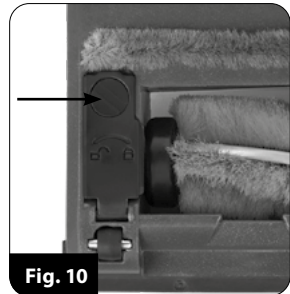

Fig. 10
4. Limpie periódicamente el eje giratorio del cepillo eléctrico. El rodillo se puede desmontar después de soltar el bloqueo en la parte inferior del cepillo eléctrico marcado con la flecha en la Fig. 10. Después de limpiar el rodillo, vuelva a colocarlo en el cepillo eléctrico y vuelva a colocar el bloqueo.